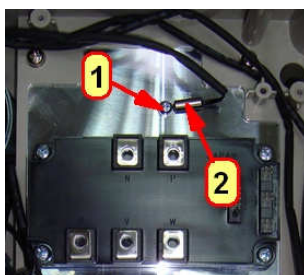

Рис. 7.24
7.13.1. Взять термодатчик 2, установить на радиатор, вкрутить винт 1 (рис. 7.24).